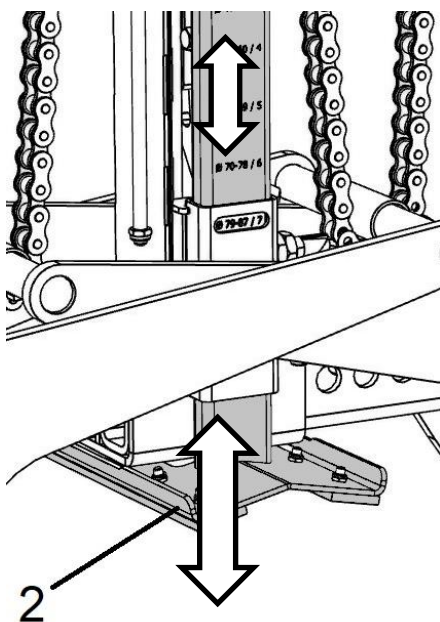

Fig. 1.1
3. Déplacer le support réglable en hauteur (2) (fig. 1.1) jusqu'à ce que la profondeur d'immersion correcte soit réglée (voir fenêtre de visualisation → fig. 1.1).